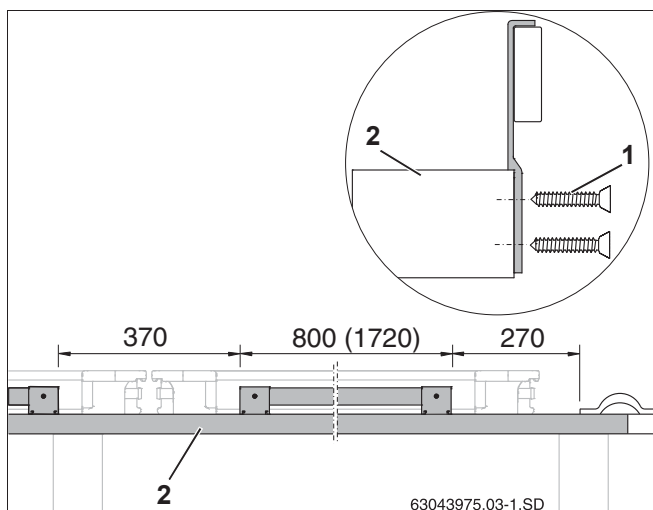

Рис. 11 Установка креплений от сползания на обрешетке крыши (размеры в мм, размер в скобках = для горизонтального исполнения коллекторов)
- ▶ Установите предварительно смонтированное крепление от сползания на первую рейку дополнительной обрешетки (рис. 11, **поз. 2**) и закрепите двумя саморезами 4x40 (рис. 11, **поз. 1**) (соблюдайте размеры).